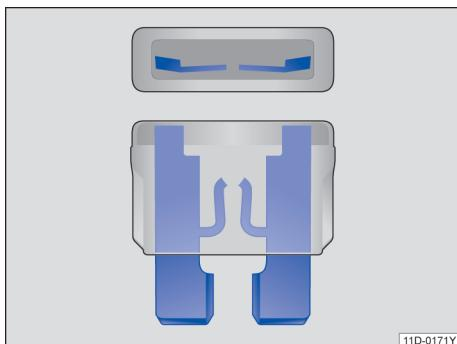

图 129 烧断的保险丝：扁平插入式保险丝
- 烧断的扁平插入式保险丝 (ATO®、MINI®、MAXI+®) 可从上面和侧面透过透明外壳通过熔断的金属条来识别→ 图 129。